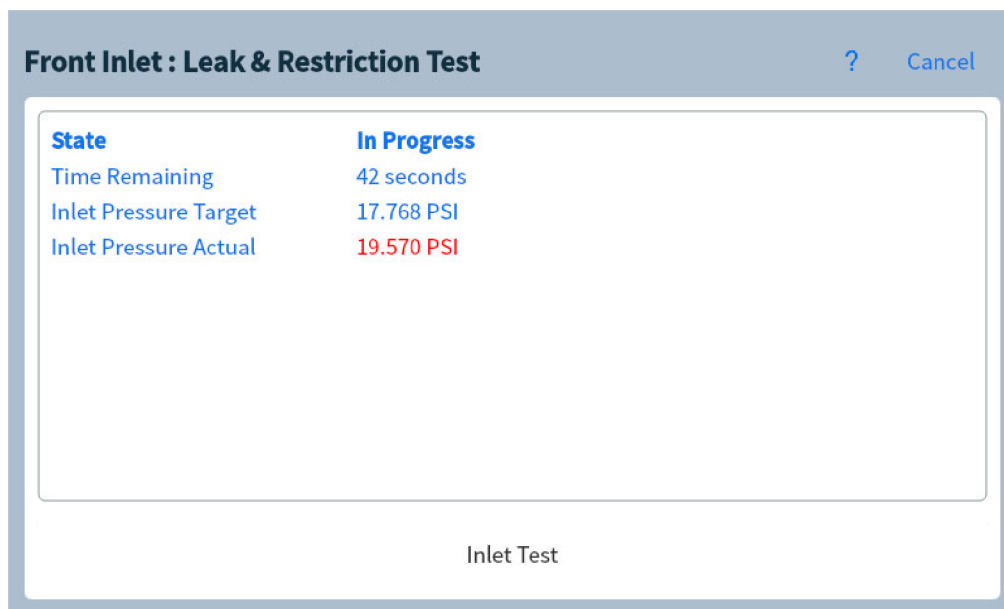

Figura 40. Página de pruebas de fugas y restricciones
3. Seleccione **Iniciar prueba (Start Test)**. Se iniciará la prueba. Los detalles de la prueba se muestran junto con los resultados de la misma. Consulte la **Figura 40**.